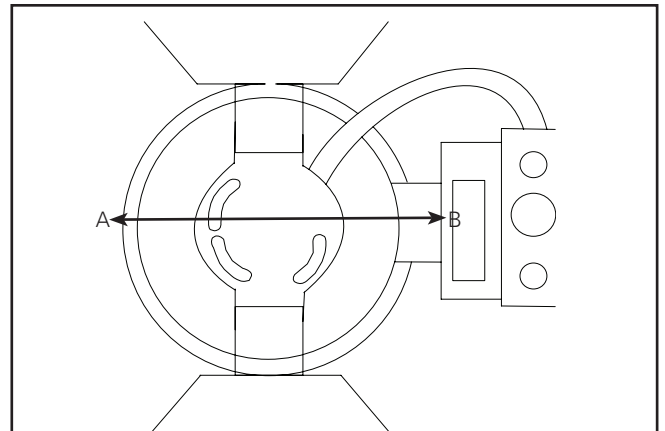

Figura 5.
Note: Para la instalación del bañador de pared, el alojamiento debe instalarse con uno de los (2) lados (A, B) enfrentando a la pared. (Figura 5.)